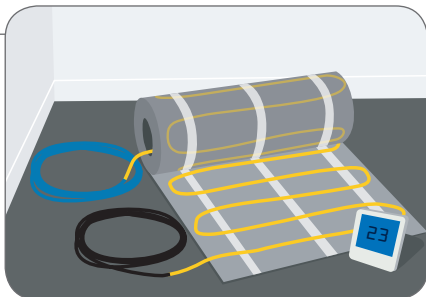
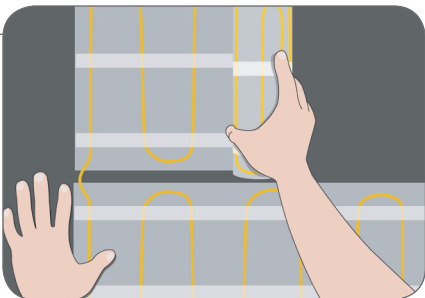

Fig. 2
Fig. 3
- B. Plan : tracez votre pièce sur le papier millimétré (fig. 2). Pensez à indiquer tous les meubles/placards fixes ainsi que l'emplacement de votre thermostat et de votre alimentation. La trame chauffante ne doit pas être installée sous des produits fixés au sol, comme les placards, les baignoires, les toilettes, etc. Votre Veria Quickmat doit présenter une superficie en m² inférieure à celle de la superficie disponible au sol. Toute superficie du sol en excès (sans chauffage au sol) est répartie le long des murs. Tracez votre Veria Quickmat (l : 48 cm) avec un espace de 2 cm entre les lignes sur le plan. Notez que la trame adhésive sous le câble chauffant peut être coupée pour modifier son orientation sur le plan d'implantation (fig. 3). La distance entre la cloison et la trame doit être de 10 cm mini.